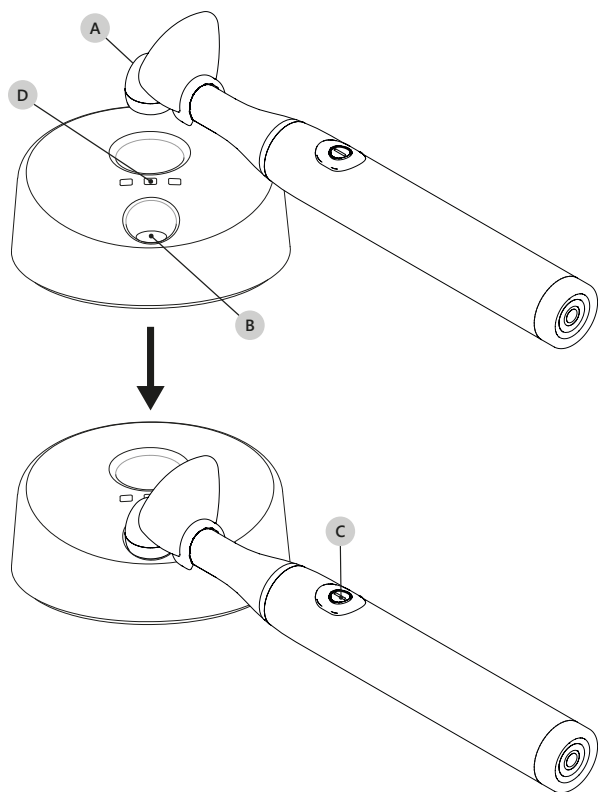

Figura 9 – Misurazione dell'intensità luminosa
1. Appoggiare il puntale (Figura 9 a pagina 18 - Rif. A) in piano, senza premere, direttamente sulla superficie del sensore di intensità (Figura 9 a pagina 18 - Rif. B);
2. Accendere la lampada premendo il pulsante on/off (Figura 9 a pagina 18 - Rif. C).